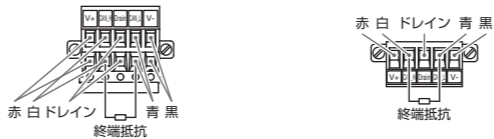

図2
- DeviceNet™システムの両端のユニットには、必ず“CAN\_H”-“CAN\_L”間に“終端抵抗”を接続してください。(図2参照)